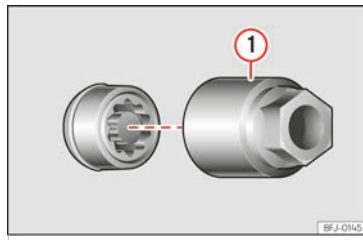

Abb. 186 Diebstahlhemmende Radschraube mit Abdeckkappe und Adapter.
- Setzen Sie den Spezialadapter »» **Abb. 186** ① [Bordwerkzeug »» S. 262] bis zum Anschlag in die diebstahlhemmende Radschraube ein.